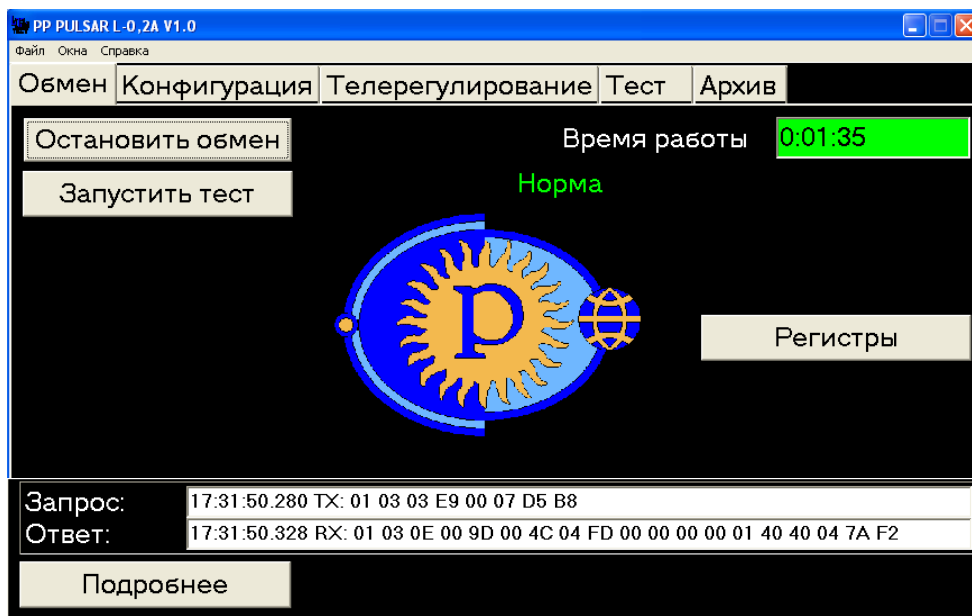
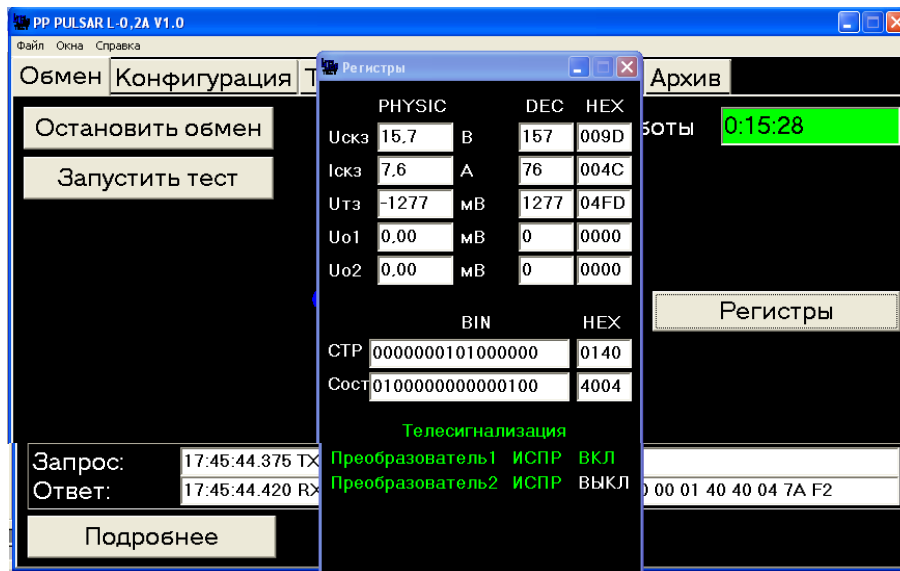
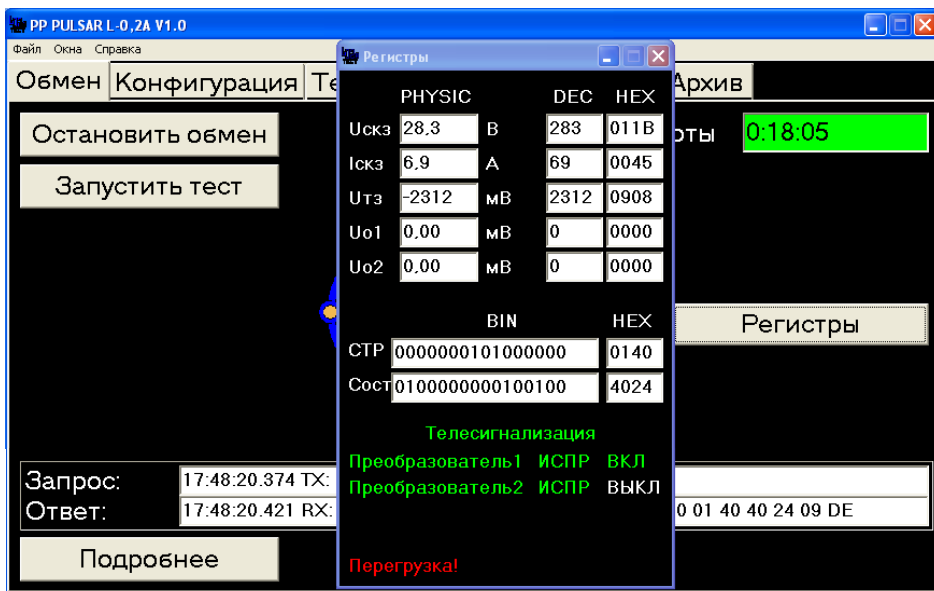

Рисунок 6
Рисунок 9
Рисунок 10
7. Нажать клавишу **Запустить обмен**. Проконтролировать зеленый цвет окна **Время работы**, постепенное увеличение времени обмена в окне **Время работы**, индикацию штатного режима работы **Норма** и периодическое изменение информации в окнах **Запрос** и **Ответ** (см. рис. 6).
9. В открывшемся окне (см. рис. 6) нажать клавишу **Регистры**. В окне **Регистры** (см. рис.9) проконтролировать значения контролируемых параметров и состояния **УКМ**. При необходимости сравнить их с параметрами, контролируемые другими приборами. В зависимости от состояния и режимов работы в окне **Регистры** будет появляться информация о состоянии ЭХЗ. Например: **Перегрузка** (см. рис.10) или **Обрыв анода** или **Короткое замыкание**.